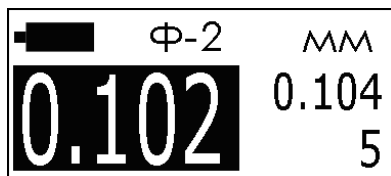

Рисунок 2.13 – Одноточечная градуировка прибора
5. Изображения усредненного значения толщины покрытия станет инвертированным (рис. 2.13).